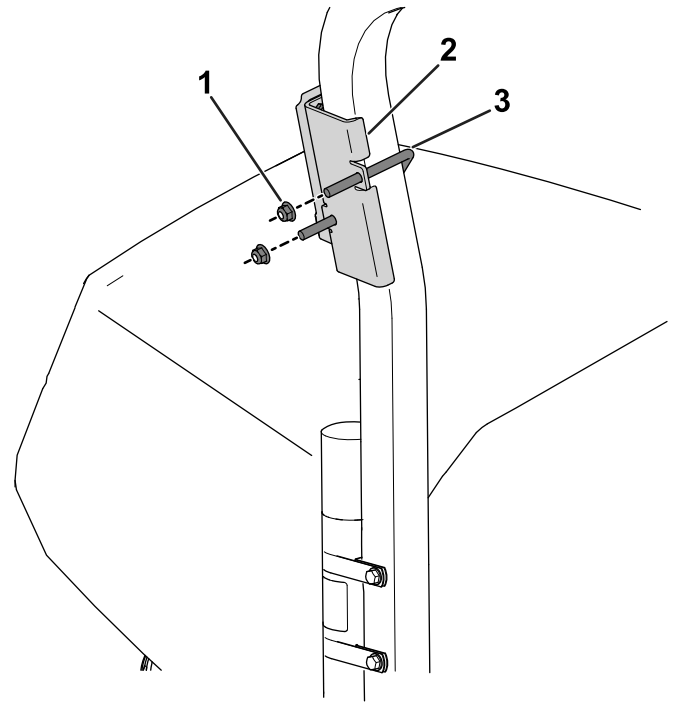

Figura 8
2. Utilizai un urub în U i 2 contrapiulițe (3/8") pentru a fixa consola dispozitivului în partea de deasupra suportului manual de pe bara antiraliu (Figura 8).